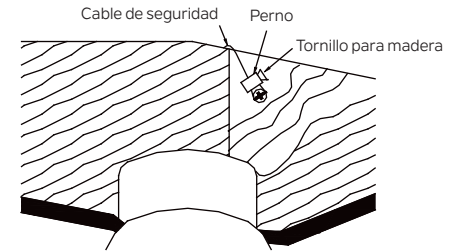

Figura 12
Paso 2. Inserte el cable de seguridad a través del soporte de montaje y uno de los orificios de la caja de salida en el techo. Ajuste la longitud del cable de seguridad para alcanzar el tornillo y las arandelas tirando del cable adicional a través de la abrazadera del cable hasta que la longitud total sea la correcta, vuelva a colocar el extremo del cable a través de la abrazadera del cable, formando un bucle en el extremo del cable. Apriete firmemente la abrazadera del cable. Ahora, coloque el lazo en el extremo del cable de seguridad sobre el tornillo para madera y debajo de la arandela. Apriete firmemente el tornillo para madera. (Figura 12)